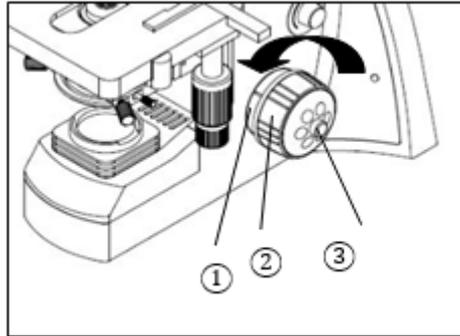

Figura 22.
Girar o colar ajuste de tensão (①) com os dedos. Quando o colar é virado no sentido anti-horário, como demonstrado na figura 22, a tensão do botão de ajuste macrométrico (②) aumenta. Girar o colar no sentido horário diminui a tensão.